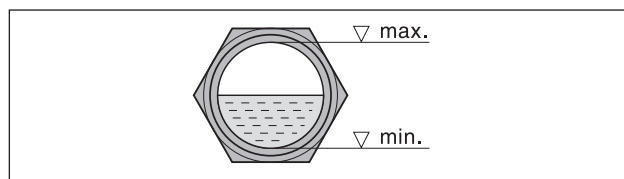

Fig. 4 Nivel de aceite
- Tras una eventual corrección del sentido de giro, poner el motor de nuevo en marcha y apagarlo después de 2 minutos para reponer aceite hasta el borde superior de la mirilla (Fig. 4/I). Ir reponiendo aceite por la boca de llenado (Fig. 2/H) hasta que todas las tuberías de aceite estén completamente llenas. La boca de llenado no debe abrirse de ninguna manera con la bomba funcionando.